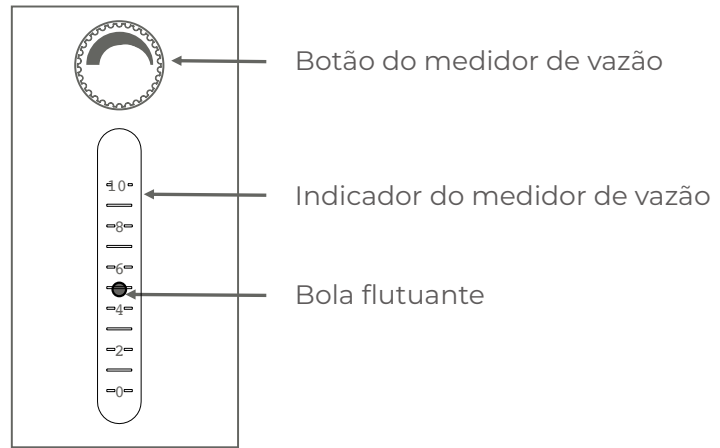

Figura 6: Configuração do fluxo
• Gire o seletor do fluxômetro até a litragem de oxigênio prescrita pelo profissional de saúde (Figura 6).